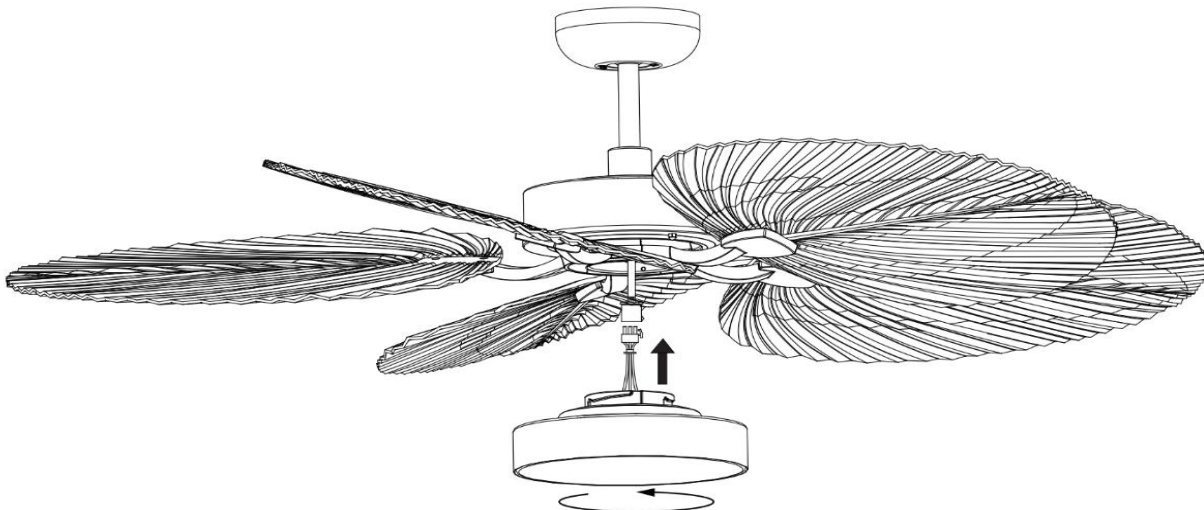

Abb. 6
**INSTALLATION DES BELEUCHTUNGSSETS (Abb. 6)**